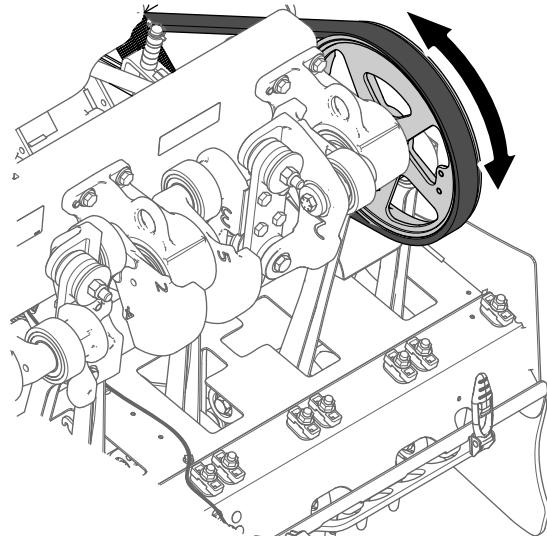
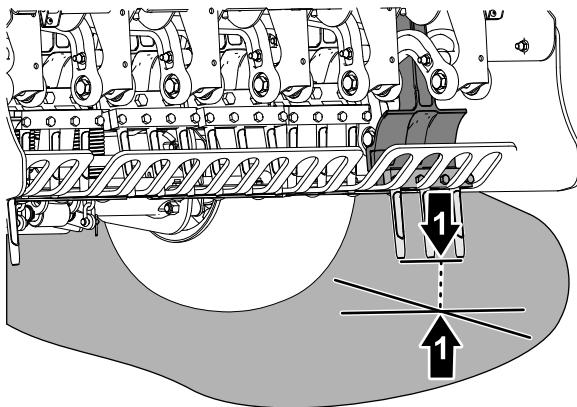

Figura 59
Figura 60
4. Fate ruotare la puleggia della testa di carotaggio (Figura 59) fino a quando le fustelle più esterne non sono allineate in modo da essere le più vicine al terreno (Figura 60).